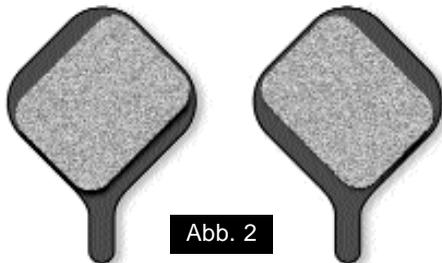

Abb. 2
VORSICHT: DIE BREMSBELÄGE DES CODA COMPETITION SCHEIBENBREMSSYSTEMS BESTEHEN AUS EINEM BESONDEREN KEVLARCOMPOUND-MATERIAL, DAS SPEZIELL FÜR DEN GEBRAUCH MIT DEN STAHLBREMSSCHEIBEN DIESES SYSTEMS KONSTRUIERT WURDEN. VERWENDEN SIE AUSSCHLIEßLICH CODA ERSATZ-BREMSBELÄGE (KIT NR. QBD-PAD/GRN), DIE AUF DAS MATERIAL DER BREMSSCHEIBEN ABGESTIMMT SIND. BEACHTEN SIE, DASS ÄLTERE RECHTECKIGE CODA COMPETITION SCHEIBENBREMSBELÄGE NICHT KOMPATIBEL SIND MIT DEN NEUEN CODA EXPERT UND COMPETITION BREMSSCHEIBEN (171 MM UND 151 MM DURCHMESSER). DIE NEUEN CODA SCHEIBENBREMSBELÄGE (KIT NR. QBDPAD/GRN) KÖNNEN HINGEGEN MIT ALLEN CODA SCHEIBENBREMSSYSTEMEN VERWENDET WERDEN, EGAL WELCHER SCHEIBENGRÖßE. DIE NEUEN CODA COMPETITION SCHEIBENBREMSBELÄGE SIND AUßERDEM RECHTS- UND LINKSSPEZIFISCH. DER BELAG MUSS SO EINGELEGT WERDEN, DASS DIE GESAMTE BELAGFLÄCHE KONTAKT MIT DER SCHEIBE HAT. ZUR IDENTIFIZIERUNG DES RECHTEN UND LINKEN BELAGES VERGLEICHE ABB. 2.
2. Die CODA Expert Scheibenbremsbeläge sind rechts- und linksspezifisch. Der Belag muss so eingelegt werden, dass die gesamte Belagfläche Kontakt mit der Scheibe hat. Zur Identifizierung des rechten und linken Belages vergleiche Abb. 2.